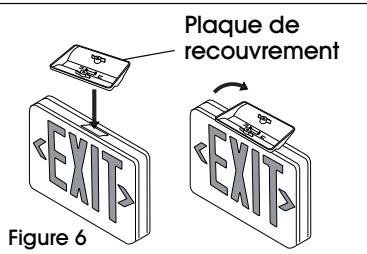

Figure 6
- Fixez l'enseigne à la plaque de recouvrement en insérant la plaque de recouvrement dans l'enseigne de façon inclinée. Tournez pour fixer fermement. (Voir Figure 6)